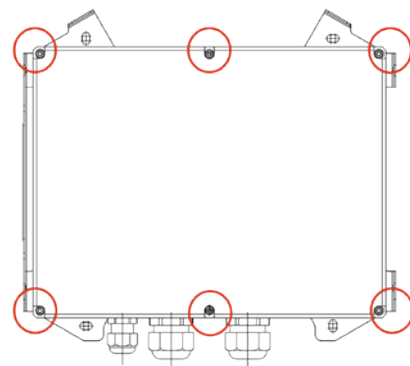

Abbildung 24: Verschluss des Elektrokleinverteilers
1. Setzen Sie die Abdeckung des Elektrokleinverteilers auf. Achten Sie darauf, dass keine Kabel zwischen Kleinverteiler und Deckel eingeklemmt sind. Schrauben Sie die 6 Schrauben mit einem Kreuzschlitzschraubendreher ein. Decken Sie die Öffnungen für die Schrauben mit den dafür vorgesehenen Abdeckungen ab (Abbildung 24).